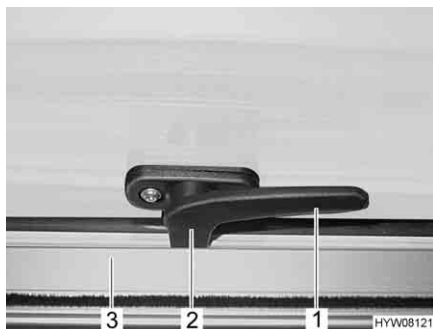

Fig. 25 Leva di serraggio in posizione "Chiuso"
- Ruotare la leva di serraggio (Fig. 25,1) di un quarto di giro verso il centro della finestra.
- Ruotare la leva di serraggio (Fig. 25,1) di un quarto di giro verso il telaio della finestra. Il nasello di chiusura (Fig. 25,2) si trova sul lato interno della chiusura della finestra (Fig. 25,3).